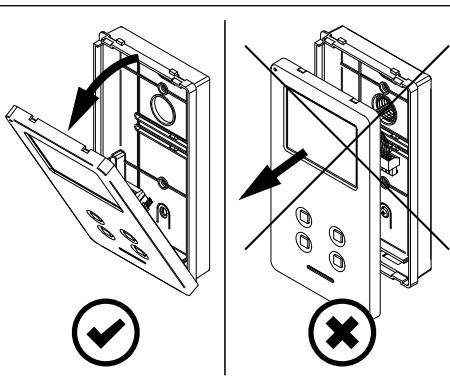

Fig. 2
2. Tirare verso l'esterno la parte superiore del coperchio come mostrato in **Fig. 2**. **Non tirare il coperchio in direzione dritta.**